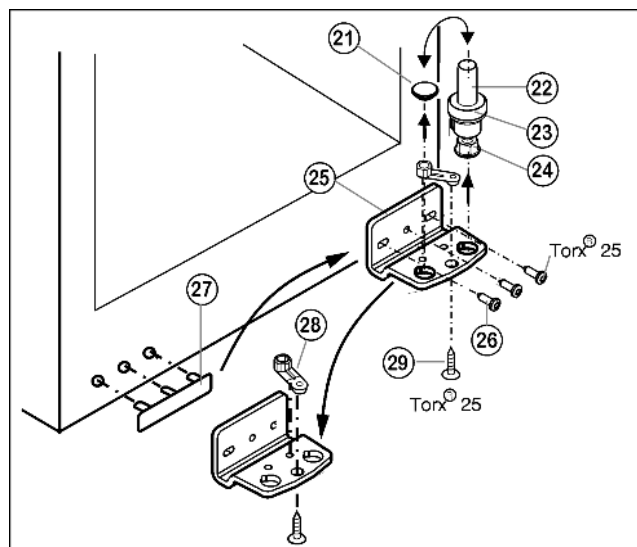

Fig. 5
- ▶ Извлеките опорный винт Fig. 5 (22) в комплекте с шайбой Fig. 5 (23) и регулируемой опорой Fig. 5 (24), вытягивая его вверх.
- ▶ Снимите пробку Fig. 5 (21).
- ▶ Открутите Fig. 5 (26) опорный кронштейн Fig. 5 (25).
- ▶ Открутите Fig. 5 (29) опорную деталь Fig. 5 (28) и, переставив в отверстие на противоположной стороне опорного кронштейна, снова прикрутите.
- ▶ Осторожно снимите и переставьте на противоположную сторону крышку со стороны ручки Fig. 5 (27).
- ▶ Снова прикрутите опорный кронштейн Fig. 5 (25) на новой стороне шарнира (с моментом 4 Нм). При необходимости используйте аккумуляторный шурупверт.
- ▶ Переставьте пробку Fig. 5 (21) в свободное отверстие.
- ▶ Вновь установите опорный винт Fig. 5 (22) в комплекте с шайбой и регулируемой опорой. При этом фиксатор должен быть направлен назад.
- ▶ Установите дверцу сверху на нижний опорный палец Fig. 5 (22).
- ▶ При необходимости выровняйте дверцу через два продольных паза в нижнем опорном кронштейне Fig. 5 (25) параллельно корпусу устройства. Для этого выкрутите средний винт.